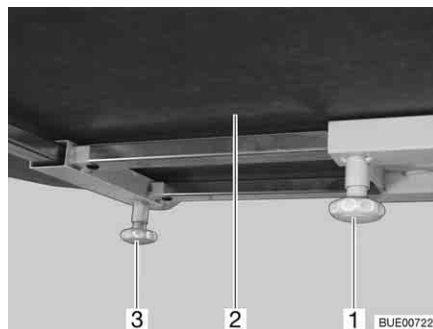

Fig. 102 Déplacer le plateau de table (alternative)
- Desserrer la vis moletée (Fig. 102,1).
- Déplacer le plateau de table (Fig. 102,2) dans la position désirée.
- Desserrer la vis moletée (Fig. 102,3).